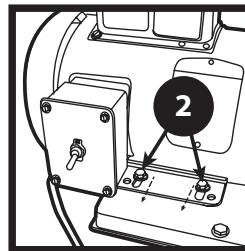

FIGURA 11A Y B
- Para esto, afloje los cuatro pernos que fijan el motor a la base (Figura 11a y b) y deslice el motor hacia atrás. No sobreajuste la banda, ya que acortará la vida útil de los cojinetes de la máquina. Ajuste los cuatro pernos.